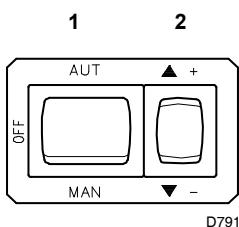

Fig. 23
- Poner en marcha el quemador cerrando los termostatos y con el interruptor 1) (Fig. 23) en la posición "MAN". Verificar el sentido de giro de la turbina del ventilador a través del visor de llama 24)(Fig. 1, pág. 8).
- Cuando el gasóleo sale por el tornillo 3), es indicativo de que la bomba está cebada. Parar el quemador: interruptor 1) (Fig. 23) en posición "OFF" y apretar el tornillo 3).
Presionar el pulsador 2) (Fig. 23, pág. 21) "disminución de potencia" y mantenerlo oprimido hasta que el servomotor se pone a 20° (regulación efectuada en fábrica).
Después de la regulación del caudal de encendido y de modulación mínima, se pasa a la regulación del caudal máximo oprimiendo el pulsador 2) (Fig. 23, pág. 21) hacia el signo "+" hasta que el servomotor 27) (Fig. 1, pág. 8) llegue a la posición máxima de 130°.
Pulsar el pulsador 2) (Fig. 23, pág. 21) "aumento potencia" para que el servomotor gire aproximadamente 15°. Regular el tornillo hasta tener una óptima combustión. Proceder de la misma manera con los tornillos sucesivos.